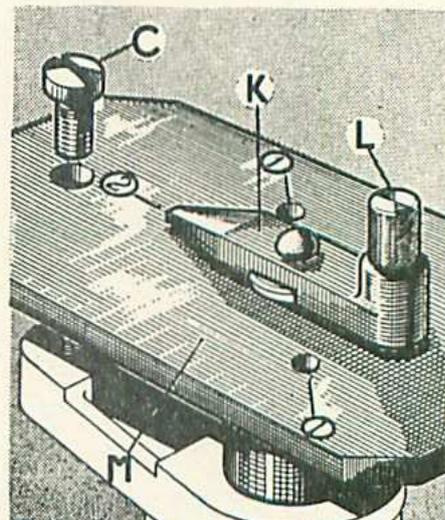

Fig. 8. — Outil Wilmonda DEQ pour vérification du calage du dépresseur
Pour cela, retirer l'allumeur avec sa plaquette, poser à sa place l'outil Wilmonda DEQ (fig. 8) et bloquer l'index (K) sur l'un ou l'autre des traits repères, suivant que la compression se trouve sur l'un ou l'autre cylindre.
- Repérer, à la peinture, la dent (J)